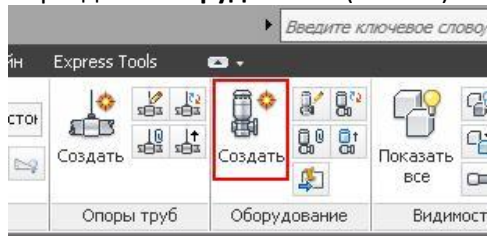

Рис. 66
- Для размещения насоса выберите на ленте на вкладке **Главная** команду **Создать** из раздела **Оборудование** (Рис. 66).